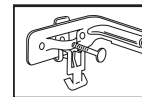

Figure 6
**Step 3B.** (Optional) Place G2405 T-bar clip (sold separately) onto bar-hanger feet (Fig. 6).
**Paso 3B.** (Opcional) Conecte clips G2405 para barras en T (se venden por separado) en las patas del colgador de barra (fig. 6).